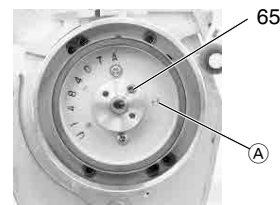

Fig. 11
Lors de la mise en place du rotor, l'encoche dans le tambour de têtes doit être visible à travers le trou (A) dans le rotor (Fig. 11).
- Enlever le ressort de masse (Pos. 65) du tambour de têtes (Fig. 11).